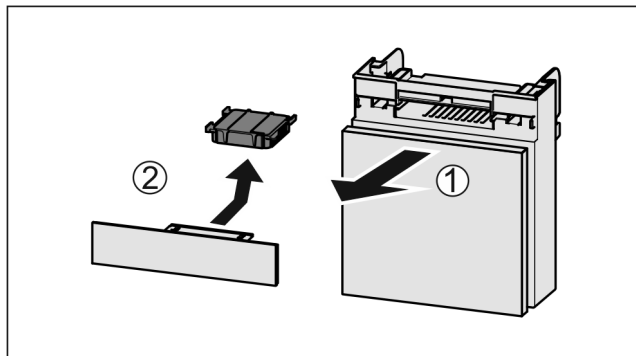

Fig. 73
- ▶ Вытянуть Fig. 73 (1) отделение движением вперед.
- ▶ Извлечение Fig. 73 (2) фильтра с активированным углем.